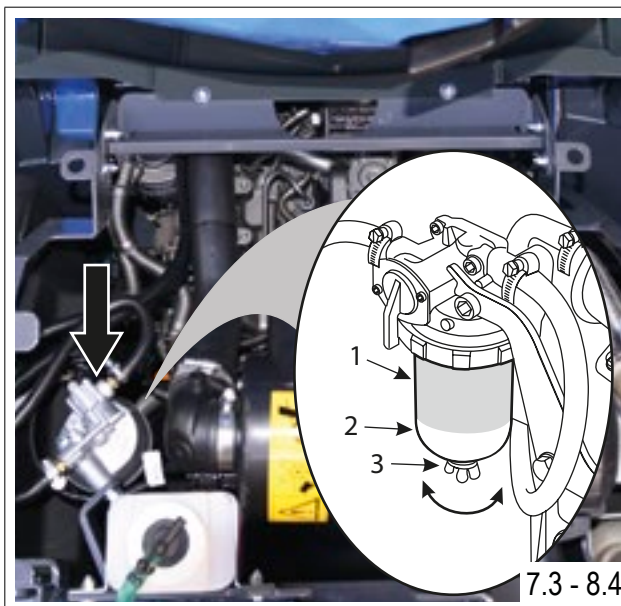
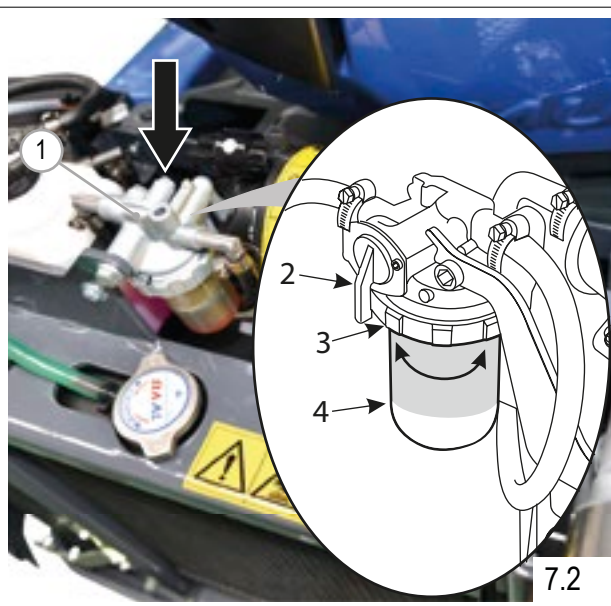
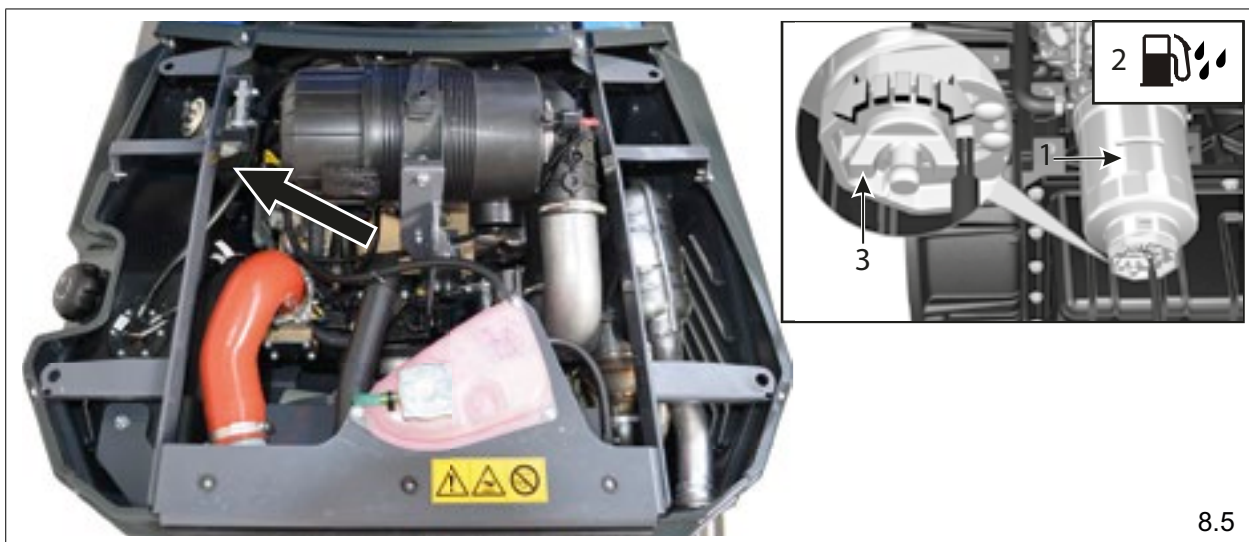

РИС. 58
РИС. 59
FIG. 60
- 4) **Двигатель Yanmar - Модель 7.2 - 7.3 - 8.4** - Проверьте топливный / водоотделитель (РИС. 58 и Рис. 59 - Сс. 1) на наличие воды. Любая вода будет видна в виде прозрачного слоя (РИС. 58 - Сс. 2 и РИС. 59 - Сс. 4) в нижней части чаши фильтра. В холодную погоду любая вода в топливе может замерзнуть и заблокировать топливную систему.
- 5) **Двигатель Kohler - Модель 8.5** - Когда индикатор фильтра сепаратора (РИС. 60 -Сс. 2) на многофункциональном дисплее включен, в фильтре сепаратора присутствует вода. В холодную погоду любая вода в топливе может замерзнуть и заблокировать топливную систему.
- Откройте сливной клапан (РИС. 58 и РИС. 60 - Сс. 3) в нижней части чаши фильтра;
- Закройте кран топливно-водяного сепаратора (РИС. 59 - Сс. 2).
- Ослабьте кольцо (РИС. 59 - Сс. 3). Может быть необходимо использовать гаечный ключ.
- Откройте кран (РИС. 59 - Сс. 2).